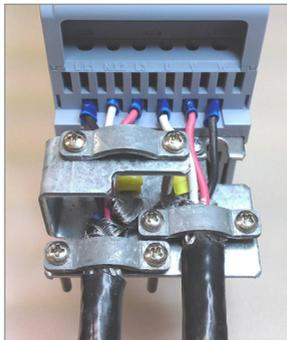

Abbildung 3.3: Beispiel für den Anschluss der Versorgungsspannung und des Motor-Kabelschirms an das Zubehörteil CFW500-KPCSA
- Das Zubehörteil „Abschirmungsset CFW500-KPCSx für Leistungs- und Steuerkabel“ kann im unteren Bereich des Schrankes montiert werden. Abbildung 3.3 auf Seite 3-10 wird ein anschauliches Beispiel für den Anschluss der Versorgungsspannung und des Motor-Kabelschirms an das Zubehörteil CFW500-KPCSA aufgezeigt. Darüber hinaus ermöglicht dieses Zubehörteil den Anschluss des Steuerkabelschirms.